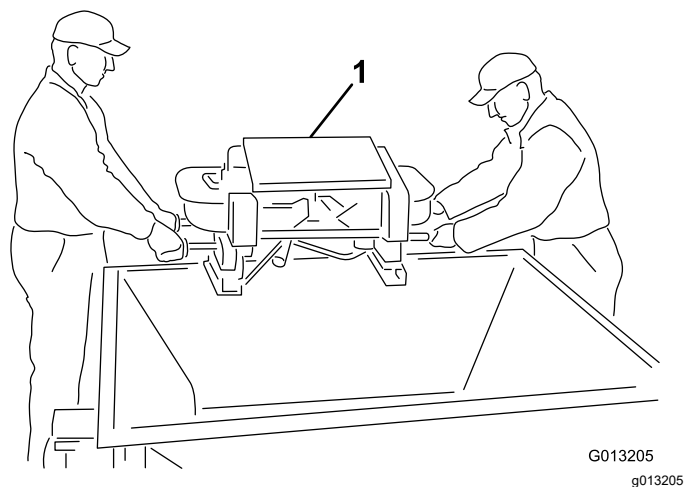

Figura 5
4. Ridicați dispozitivul de împrăștiere dublu din buncărul de alimentare folosind mânerul de prindere exterioră ale acestuia și așezați-l pe sol (Figura 5).